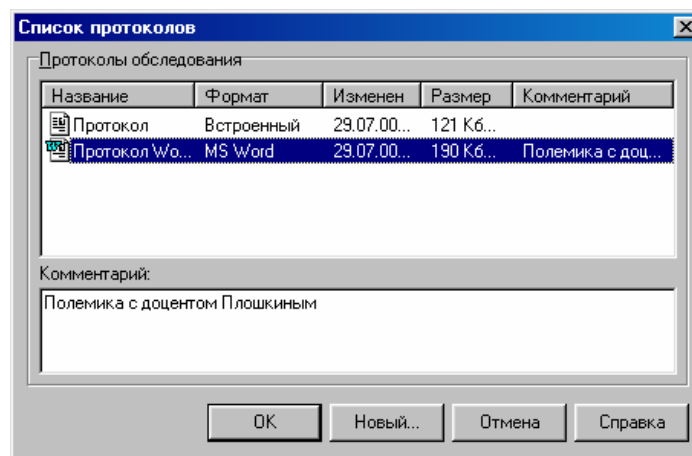

Рис. 3.53
26. Открытие ранее созданного протокола обследования производится командой меню **Протокол|Открыть**. На экран выдается диалоговое окно *Список протоколов* (Рис. 3.53).
Для изменения комментария к протоколу, выделенному в списке *Протоколы обследования*, необходимо откорректировать его в поле *Комментарий* внизу окна (Рис. 3.53).